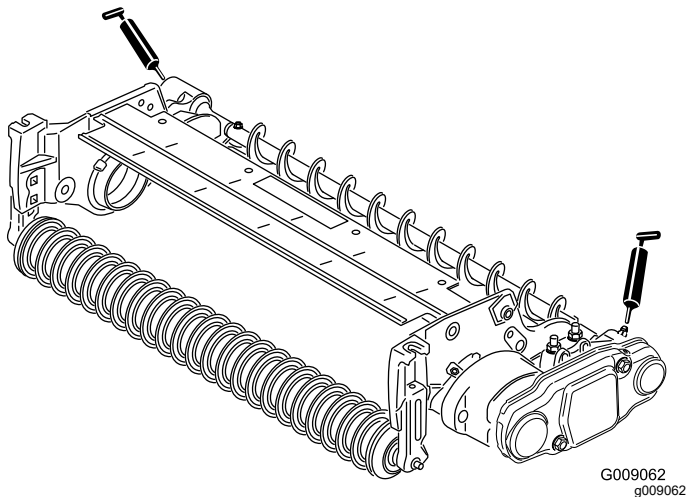

Figure 19
26. Lubrifiez les graisseurs de chaque logement de roulement de la brosse de rouleau et du reste de l'unité de coupe avec de la graisse universelle au lithium n° 2. (Figure 19). Essuyez l'excédent de graisse, en particulier autour des joints d'exclusion.